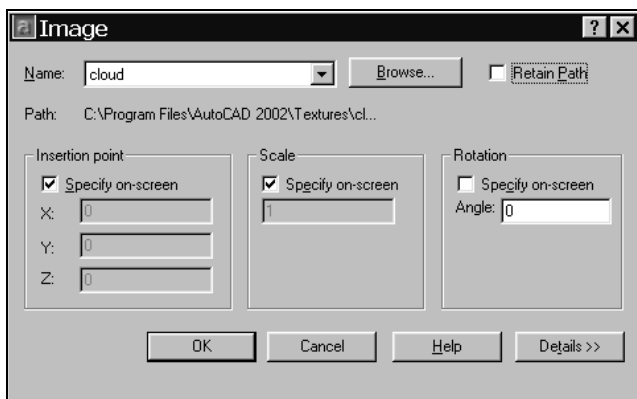

Рис. 11.2. Диалоговое окно **Image**
- ❑ всегда снимать флажок **Retain Path** (Включая путь) в окне диалога **Image** (Растровое изображение) (рис. 11.2).
4. В диалоговом окне **Image** (Растровое изображение) (рис. 11.2) настроить следующие параметры: